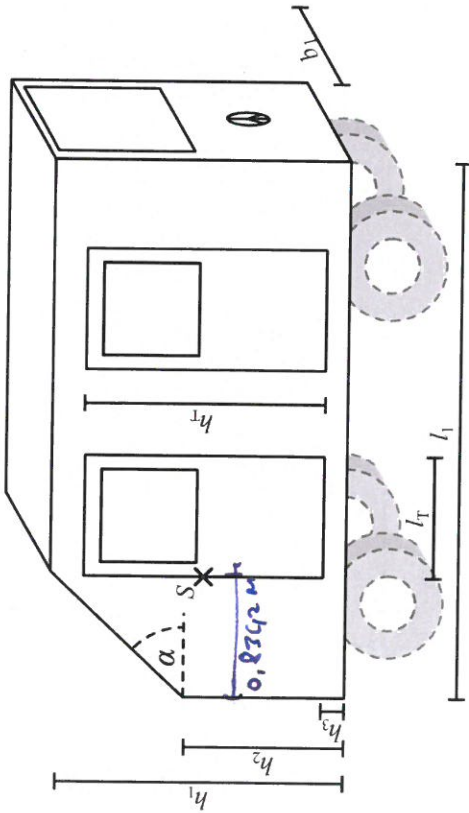

Abb. 1-1: Relevante geometrische Größen des Fahrzeuges
(38P.) Für eine Heimfahrt bei Nacht und Nebel durch die Außenbezirke Stuttgarts haben Sie sich den alten Bus ihrer Großeltern geborgt (vergleiche Abb. 1-1). Aufgrund schlechter Sicht und unvorsichtigen Fahrens kommen Sie von der Straße ab und finden sich plötzlich mitsamt des Fahrzeuges inmitten des Max-Eyth-Sees wieder.
- Für die Geometrie des Fahrzeuges ist vereinfachend Abb. 1-1 zu verwenden.
1f) Im Punkt S , mäßig am linken Rand der Fahrertür, befindet sich ein Scharnier (siehe Abb. 1-1). Stellen sie zunächst den differentiellen Momentenvektor dM mit den allgemeinen Koordinaten für $S = (x_S; y_S; z_S)$ auf. Berechnen Sie die Momentenkomponente M_x . Berücksichtigen Sie dabei den Fahrzeuginnendruck p_0 . Momente gegen den Uhrzeigersinn sind dabei als positiv zu behandeln.